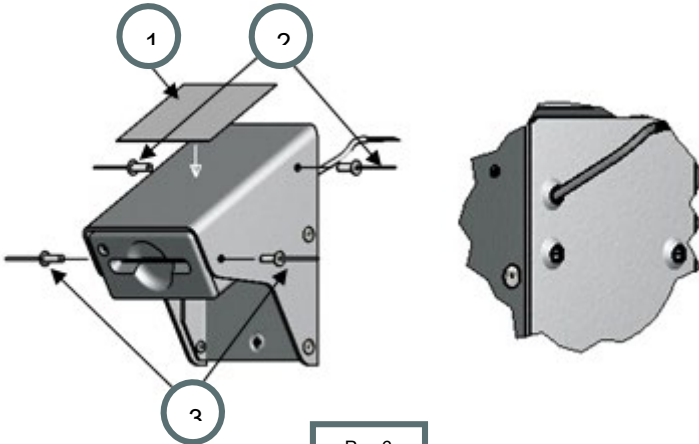

Рис.6
5. Установить считыватель на кронштейн для «накладного» крепления (см. рис. 6).
6. Закрепить считыватель двумя заклепками 3,2x12 мм (см. рис. 6 поз. 2) и двумя заклепками 3,2x8 мм (см. рис. 6. поз. 3)
7. На поверхность кронштейна наклеить информационную табличку (см. рис. 6 поз. 1).